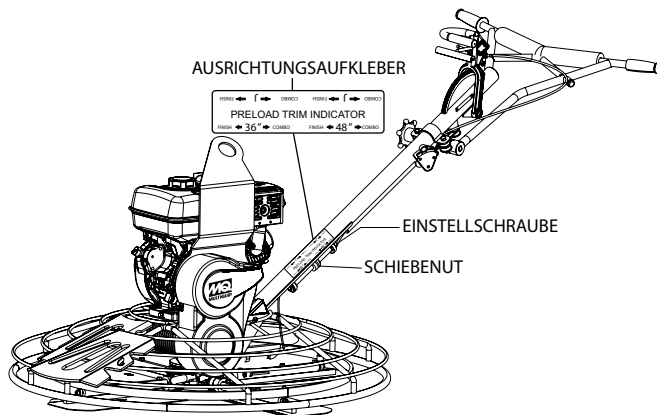

Abbildung 14. Einstellung der Vorspannung
- Platzieren Sie die Einstellungsschraube (Abbildung 14) auf der Unterseite der Führungsstange.